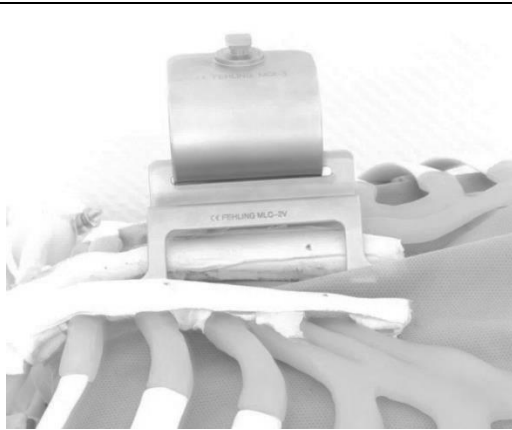

Abb. 10
1. Einführen des IMA-Blatts in Verbindung mit dem IMA-Halteblatt in den Sternum-Sägespalt (Abb. 10).